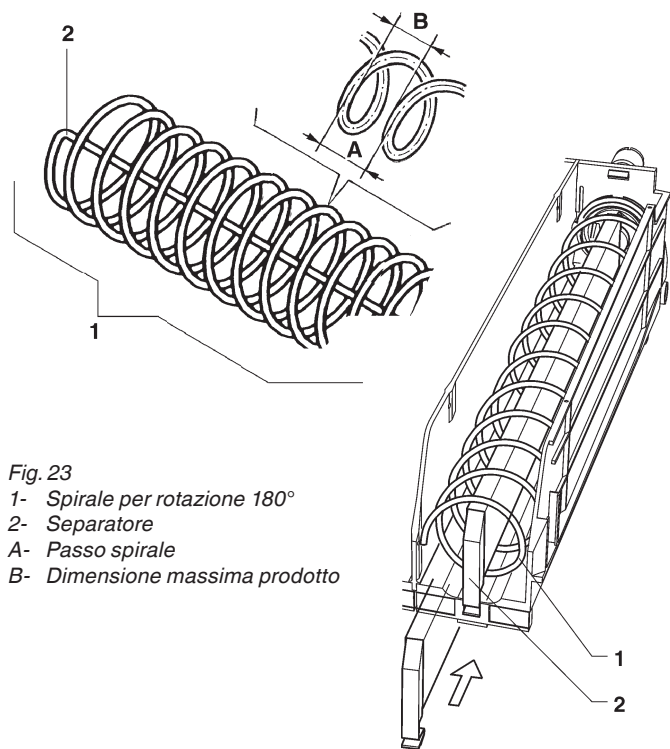

Fig. 23
- un'apposita spirale dotata di un separatore (vedi fig. 23)
È possibile inserire un separatore anche in spirali già presenti (vedi fig. 23)
I prodotti si distribuiscono senza problemi quando l'estremità della spirale è posizionata il basso e al centro. Con l'aiuto della tabella seguente e di fig. 23, conoscendo il passo e il verso delle spirali, si possono ricavare le dimensioni di massima e il numero dei prodotti distribuibili